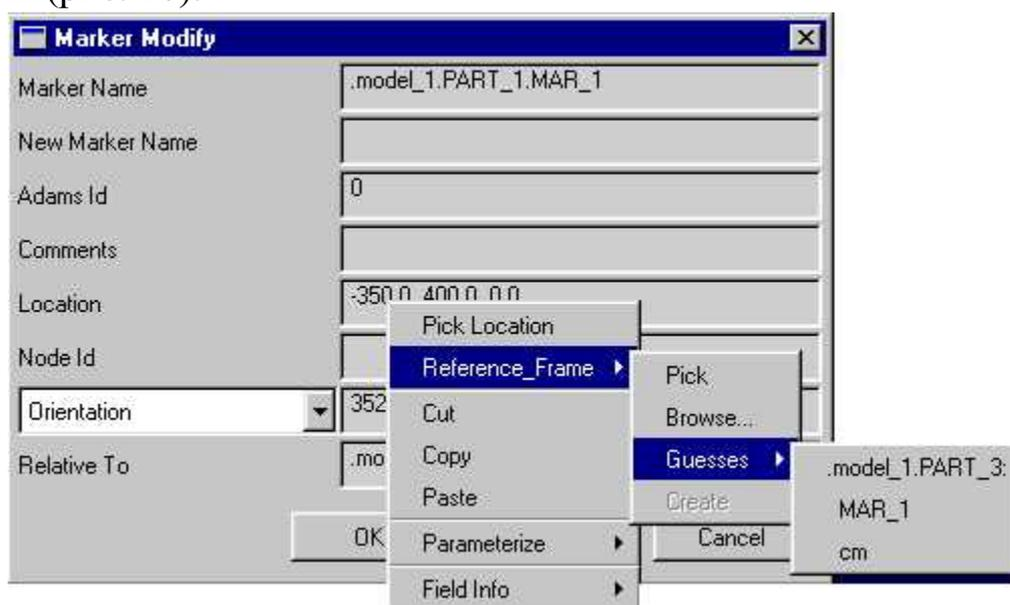

Рис.10
8. Параметризирующие элементы, то есть объекты, существование, координаты или ориентация которых влияют на данный элемент. Например, для связующего звена связанными объектами являются два крайних маркера, которые определяют положение и ориентацию самого звена. Для изменения любого из этих маркеров нажать правую кнопку мыши в строке, где указано его название. Появится меню, в котором необходимо выбрать название объекта (**Marker**) или строку **Reference Frame**. Раскроется подменю. В нем будут следующие подпункты (рис. 10).